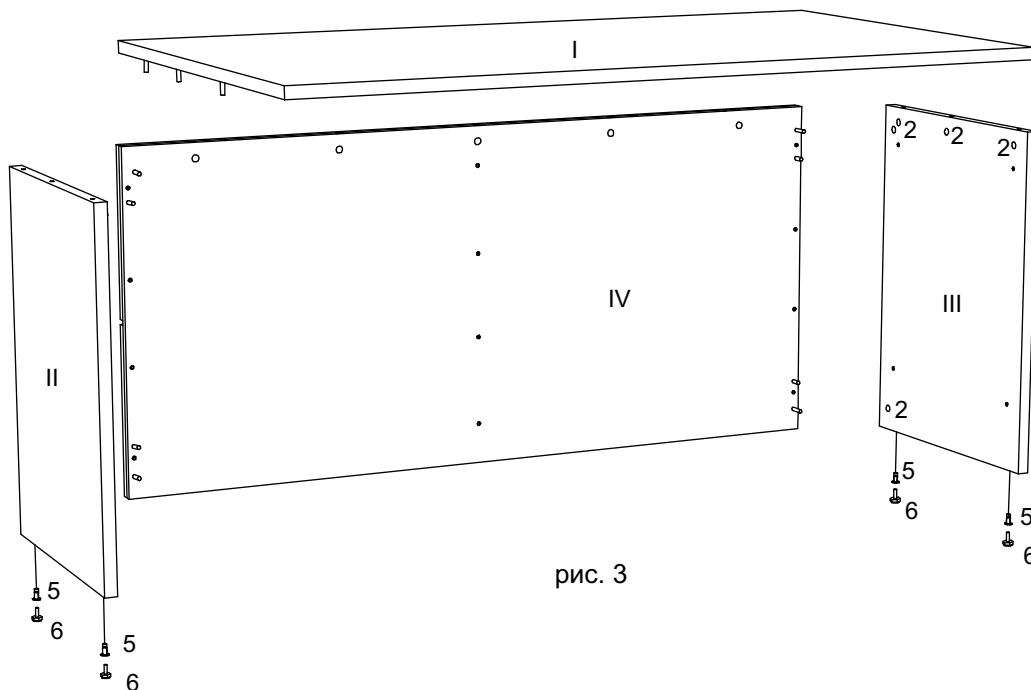

рис. 3
В нижние торцевые отверстия стоек (II, III) вбить крепежи для опор (5) и вкрутить опоры (6), в соответствующие отверстия в панели вставить эксцентрики (2) стрелкой в направлении отверстия. Собрать между собой переднюю панель (IV) и стойки (II, III), поворачивая эксцентрики по часовой стрелке. Установить столешницу (I) и прикрепить к стойкам (II, III) и передней панели (IV), поворачивая эксцентрики по часовой стрелке (рис. 3).